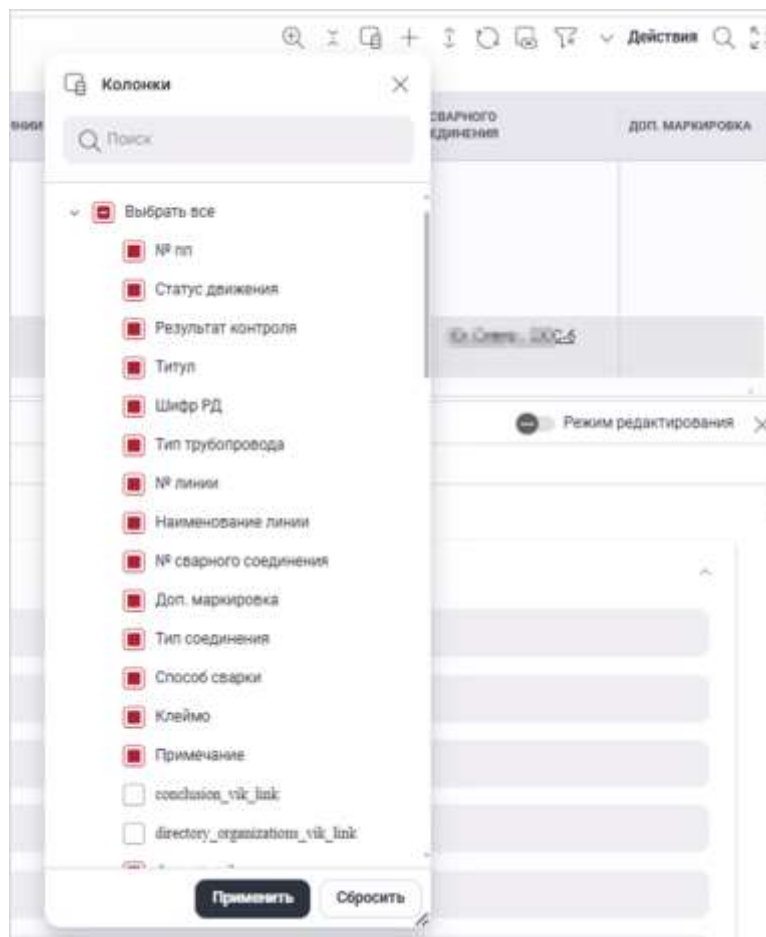

Рисунок 8. Настройка отображения столбцов
4. Выбор столбцов. Дает возможность пользователю настраивать столбцы, которые необходимо отобразить или скрыть (Рисунок 8).